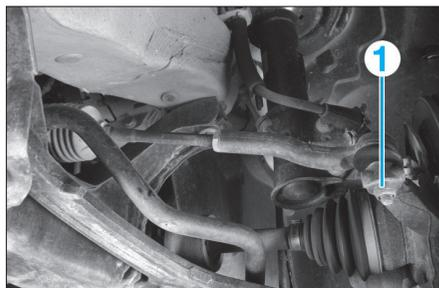

FIG. 15
- la rotule de direction (1) (Fig.15).